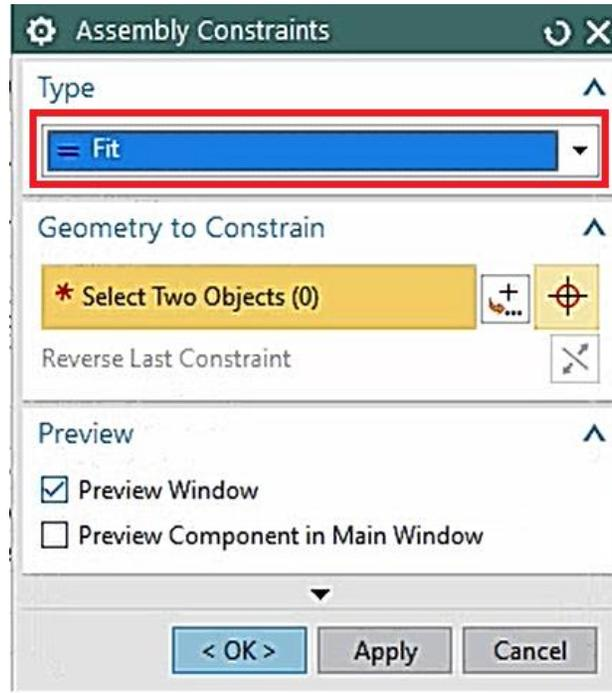

Figura 1.25 Restricción tipo fit.
- Elegir el tipo de restricción **Fit** (Figura 1.25). Seleccionar la superficie lateral del perno y la superficie interior del barreno en la pieza **biela1a.prt** (Figura 1. 6).